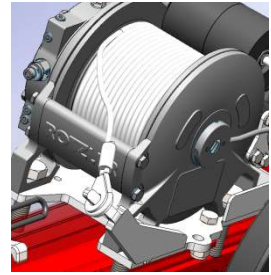

Abbildung 50
- Anschließend das Seil straff ziehen und aufrollen (siehe *Abbildung 50*).